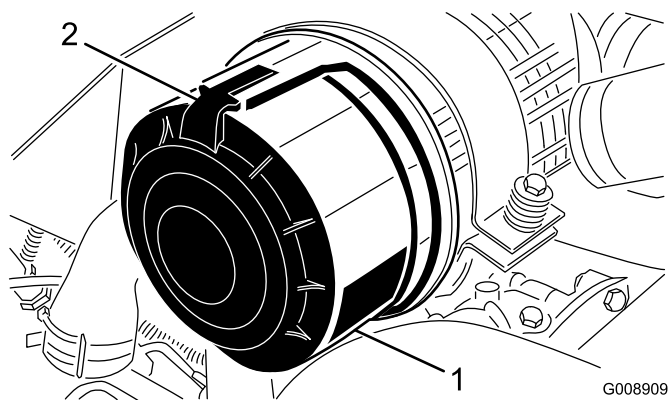

Рисунок 45
1. Отпустите защелки, фиксирующие крышку воздухоочистителя на его корпусе (Рисунок 45).